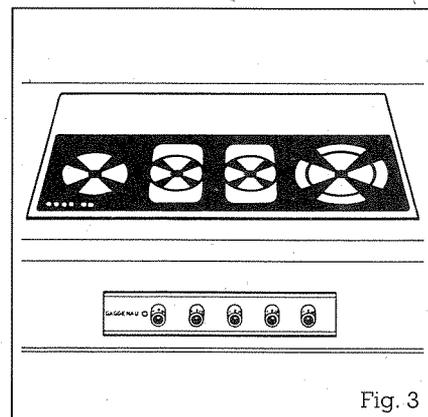

Fig. 3
2. Il quadro di comando è previsto per il montaggio nella mascherina frontale del mobile di base (fig. 3).